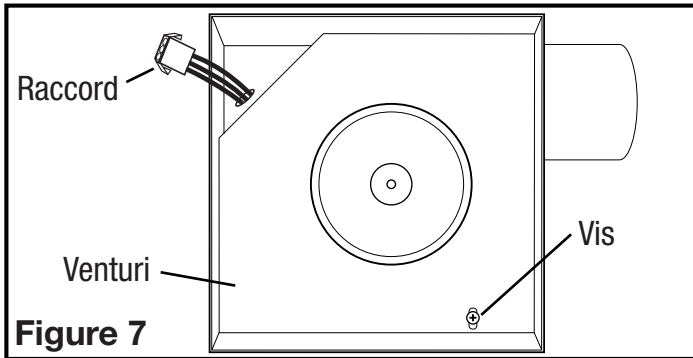
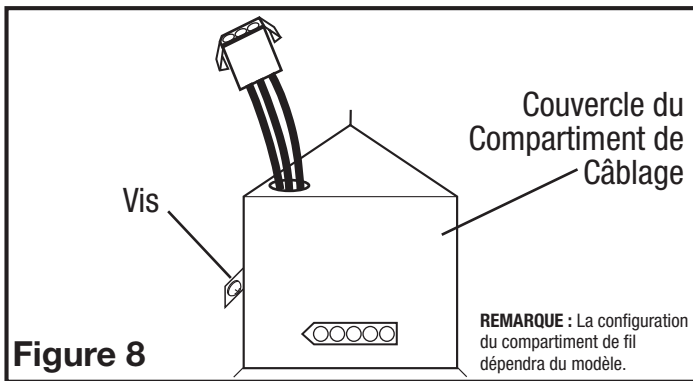

Figure 7
Figure 8
- 1b. **Compartiment de Câblage Intérieur** : enlever le vis retenant en place l'assemblage de la soufflante et soulever pour sortir l'assemblage hors du châssis (Figure 7). Enlever le vis du couvercle du compartiment à câblage et mettre ce couvercle dans un endroit fiable (Figure 8).